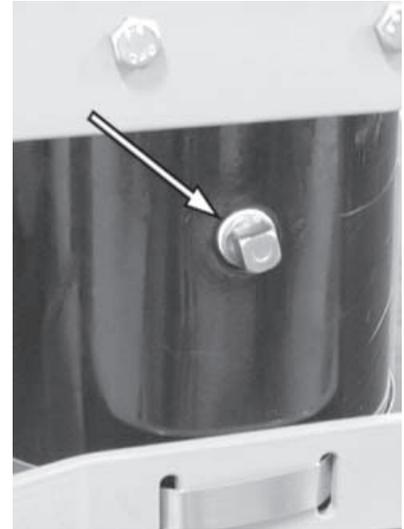

Figura 2.
1. Consulte la figura 2. Limpie el área que rodea el tapón de llenado para eliminar posibles residuos. Los residuos en el fluido hidráulico pueden dañar las superficies pulidas y los componentes de ajuste a precisión de esta bomba.